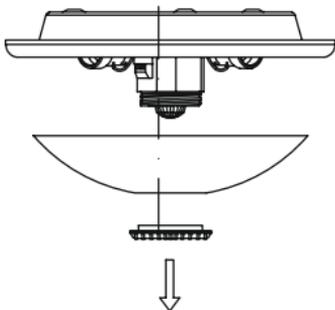

Рисунок 5
– на светильниках: НПО323ЗД, НПО3234Д, НПО3235Д, НПО3236Д, НПО3237Д отверните пластиковую гайку и снимите стеклянный плафон (рисунок 5).